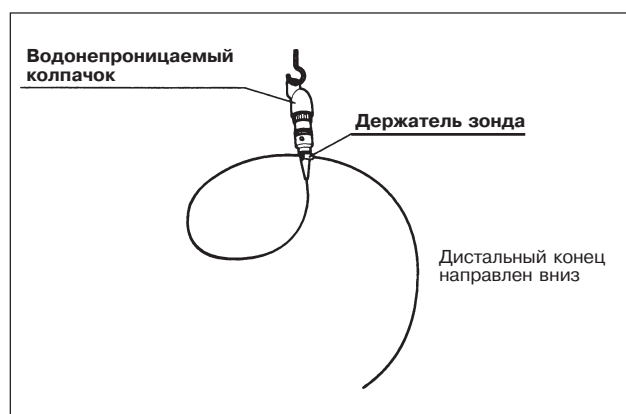

Рис. 6.1
4. Всегда храните ультразвуковой зонд дистальным концом направленным вниз (см. рис. 6.1).